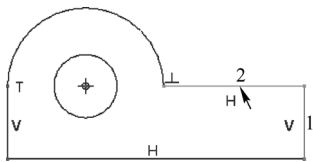
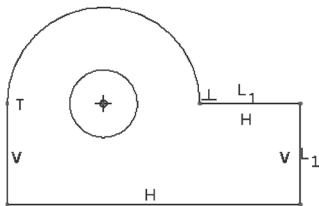

图 2-81 选择要等长的两线段
图 2-82 设置相等约束的效果
4) 在“约束”组中单击  (相等) 按钮，接着分别单击图 2-81 所示的线段 1 和线段 2。为所选两条直线段设置相等约束的效果如图 2-82 所示。